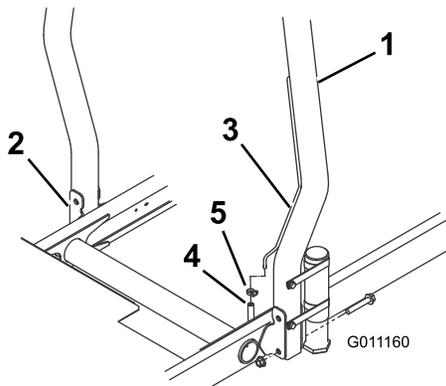

Рисунок 8
1. Опустите защитную дугу на монтажные кронштейны тягового блока, совместив монтажные отверстия. Убедитесь, что вентиляционная трубка на защитной дуге находится с левой стороны машины (Рисунок 8).
2. Прикрепите каждую сторону защитной дуги к монтажным кронштейнам с помощью 2 болтов с фланцем и 2 контргайек (Рисунок 8). Затяните крепежные элементы с моментом 81 Н·м.